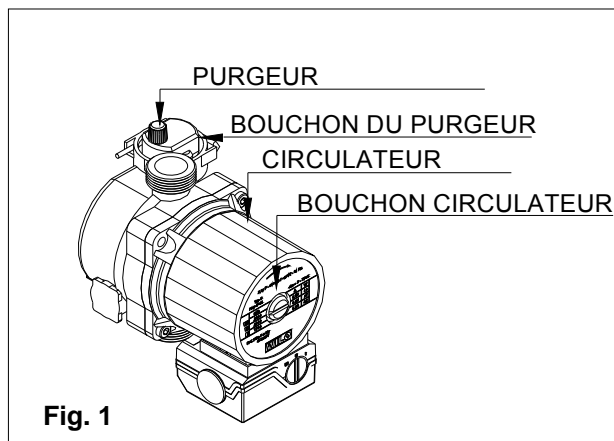

Fig. 1
- Contrôler que le bouchon du purgeur est légèrement desserré pour permettre à l'air de sortir (fig. 1) ;
- Le système d'allumage automatique allumera le brûleur et par défaut, il répétera l'opération 2 fois. Il pourrait être nécessaire de répéter l'opération pour éliminer l'air de la tuyauterie. Pour répéter l'opération d'allumage, attendre env. trois secondes après le dernier essai avant de débloquer la chaudière, puis éteindre et allumer l'interrupteur a (fig. 1 page 9) et puis répéter l'opération ;
- Dévisser le bouchon et placer l'analyseur dans la prise d'inspection des fumées **PF** (fig. 1) pour contrôler la quantité de CO2 et vérifier qu'elle est bien conforme aux indications du tableau 1 ;
- si la quantité de CO2 indiquée ne correspond pas à la valeur indiquée ci-dessus, tourner la vis **V (fig. 1)** du venturi dans le sens des aiguilles d'une montre pour réduire et vice versa pour augmenter la valeur de CO2 ;